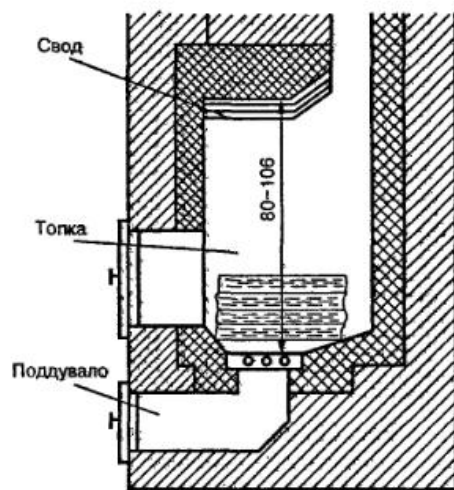

Рис. 1.3. Топка для дров. Размеры в см
1. *Топка*. Это, безусловно, сердце печи. Она представляет собой камеру, где сгорает топливо (рис. 1.3).